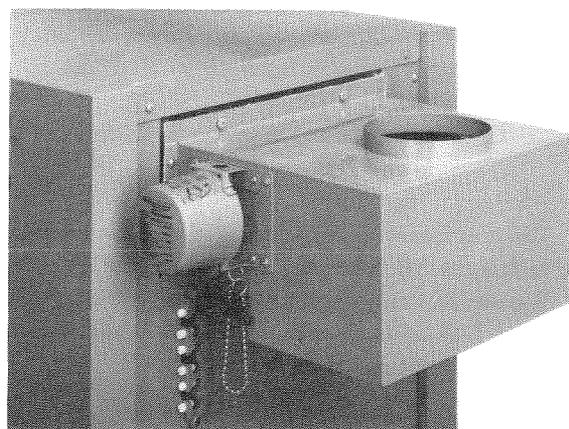

Abb. 22
- 2. Schraube im Meßstutzen ① lösen (nicht herausdrehen) und U-Rohr-Manometer anschließen.**
- 6. Der Arretierknopf am Abgasklappenmotor (falls vorhanden) darf **nicht** eingesteckt sein (Abb. 22).**